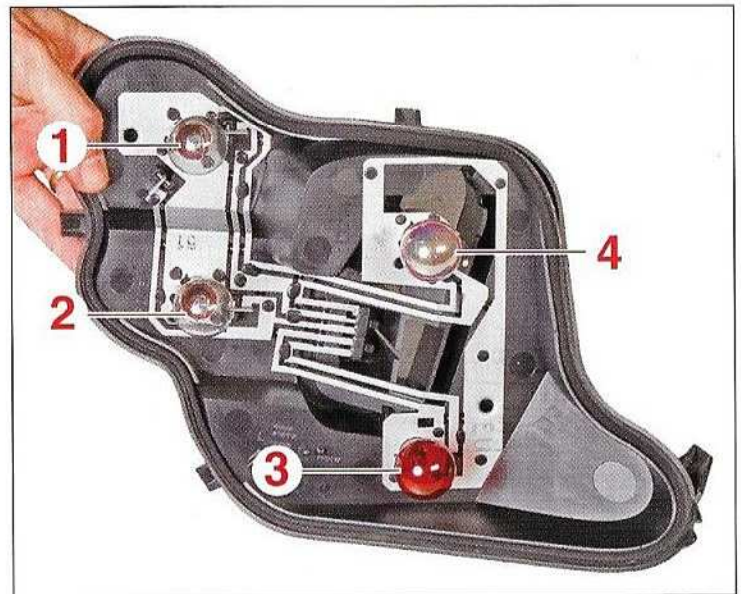

FIG.3
- Sortir l'ampoule à remplacer de son logement et la remplacer (Fig.3).